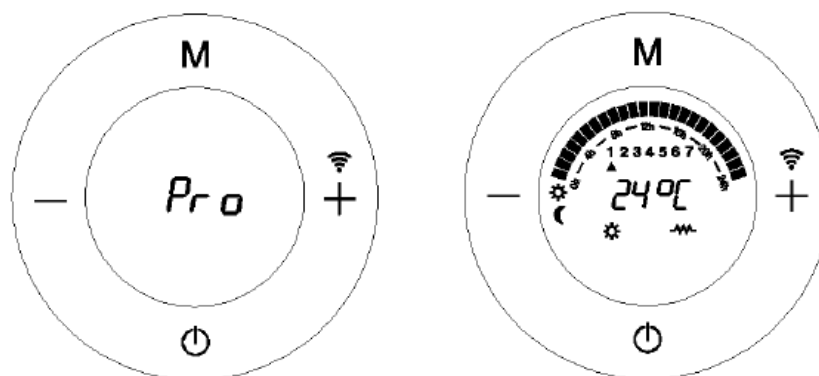

Fig. 12
Prima  **(Fig. 9)** para ativar o aquecedor e um destes ecrãs irá surgir num dos quatro modos abaixo. **(Fig. 10, Fig. 11, Fig. 12, Fig 13)**
**Modo Programação: (Fig. 12)**